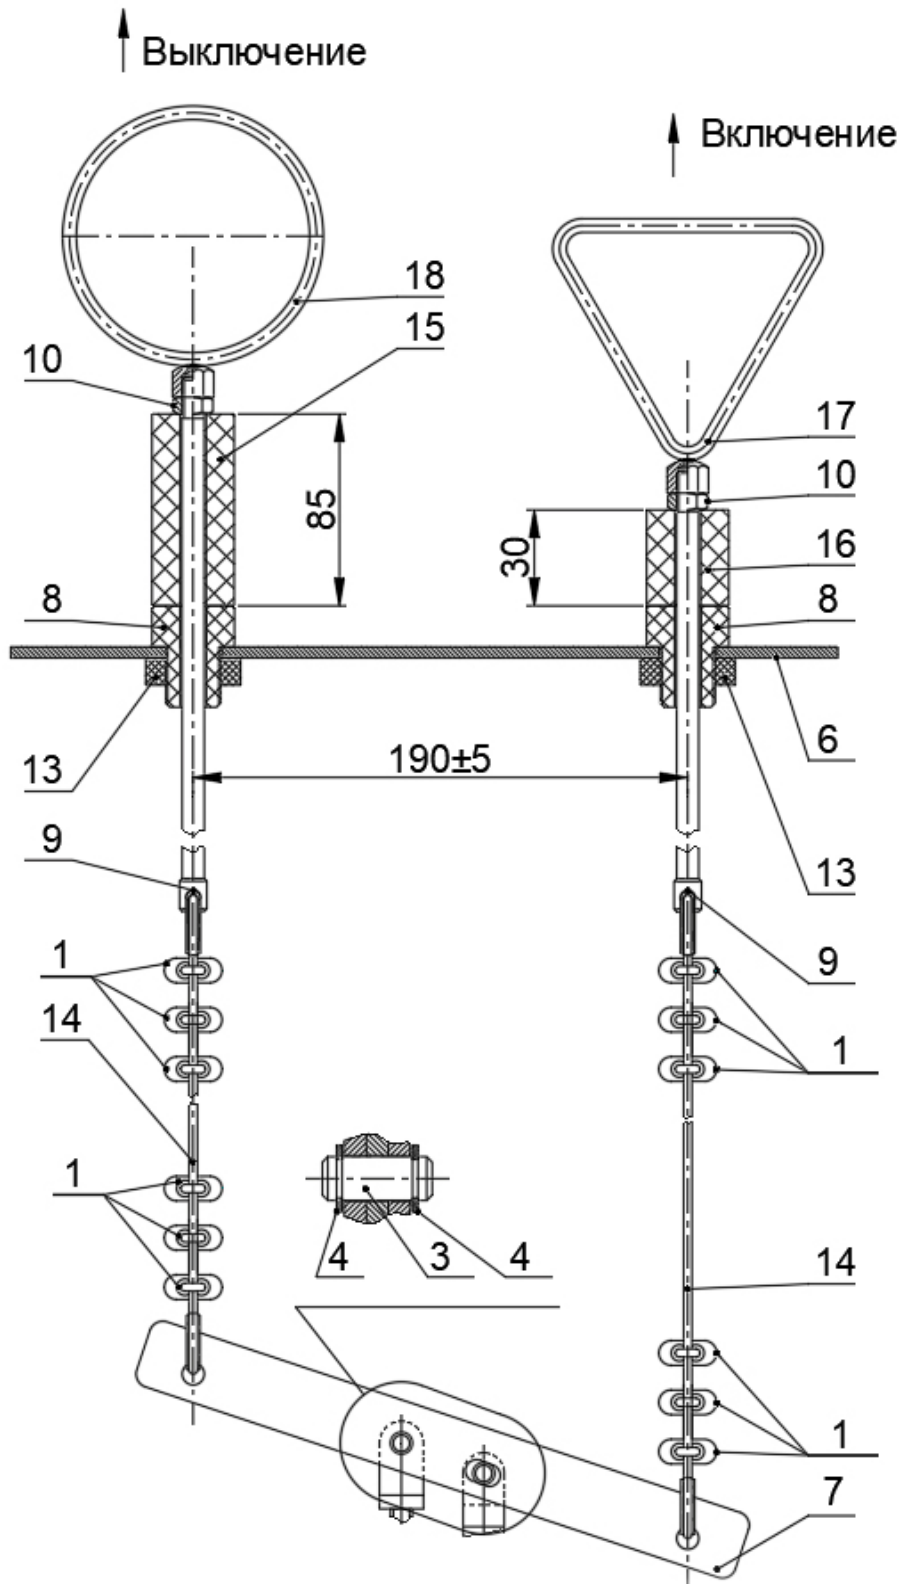
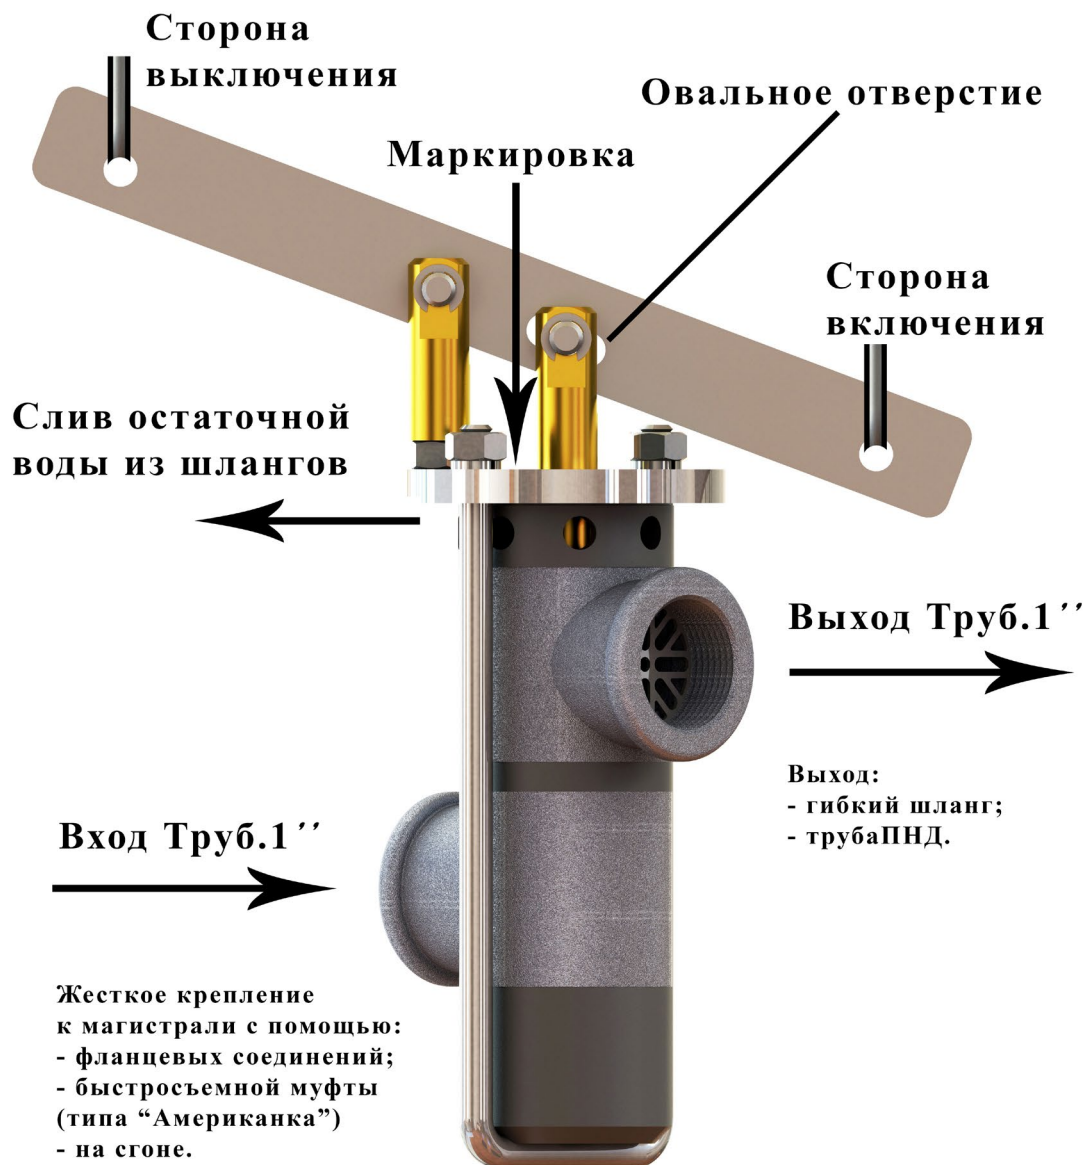

рис.5 – монтаж Колонки в колодец
рис.7 – места нанесения маркировки
Для удобства эксплуатации Колонки ручки включения и выключения изготовлены разной конфигурации (**включения – треугольник, выключение – кольцо**) см. рис.5.
2.2.1. В цеховых условиях, согласно рисунка 5, на гидравлическое устройство закрепить коромысло (поз.7) с помощью двух осей (поз.3) и четырех быстросъемных шайб (поз.4). При этом овальное отверстие коромысла должно быть закреплено на тяге колонки (рис.7).
2.3.1. К вентилю водопроводной магистрали подсоединить входной нижний тройник колонки (резьба Труб.1') (рис.7) Установка Колонки в колодце осуществляется после выходного вентиля магистрального водопровода с помощью фланцевого соединения, муфты или быстросъема (типа «Американки»). При этом Колонку необходимо сориентировать относительно выходного отверстия технологической обсадной трубы верхней части колодца (рис.4).
2.3.2 К выходному верхнему тройнику (рис.7) через переходник (резьба Труб.1') подсоединяется гибкий шланг (или труба ПНД) с выходом по типу соединительной головки или камлок и т.п., который крепится в верхней части колодца (рис.4).
2.3.3 В верхней части колодца или защитном коробе установить опорную планку (рис.5, поз.6, в комплект не входит) и закрепить любым способом. Положение опорной планки должно быть сориентировано с положением коромысла установленной в колодце Колонки. Относительное положение отверстий коромысла и отверстий опорной планки не должно превышать 50 мм на 1000 мм высоты ( $\sim 3^0$ ). В отверстия опорной планки  $\varnothing 17+1$  установить две направляющие втулки (рис.5, поз.8) и закрепить гайками М16 (поз.13) ( $S=24$ мм).
2.3.4 В направляющую втулку (рис.5, поз.8) установленной опорной планки (поз.6) расположенную со стороны выключения коромысла продеть стержень (поз.9) с тросом. На его резьбовой конец закрутить гайку М8 ( $S=13$ ) (поз.10). Затем на стержень накрутить ручку выключения (**кольцо**) (поз.18). Аналогичные операции со стороны включения коромысла проделать с ручкой включения (**треугольник**) (поз.17). Гайки М8 (поз.10) затянуть относительно шестигранников на ручках с помощью двух ключей  $S=13$ мм.
2.3.5 На стержень ручки выключения (кольцо) установить технологический вкладыш  $h=85$  мм (рис.5, поз.15), а на стержень ручки включения (треугольник) технологический вкладыш  $h=30$  мм (поз.16). При этом Колонка должна быть в выключенном положении (рис.7).
Включение Колонки осуществляется поднятием **треугольной ручки** (рис.5, поз.17) вверх (~100 мм) до упора. После этого вода начинает поступать в бак вагона.
После окончания заправки необходимо выключить Колонку. Для этого ручку выключения (**кольцо**) (рис.5, поз.18) поднять вверх до упора (~80 мм). При этом произойдет автоматический слив остаточной воды из водоналивных труб вагона и водозаправочных шлангов через сливные отверстия Колонки в колодец (рис.2).
4.1 На фланце верхнем нанесены знаки маркировки: месяц изготовления Колонки, товарный знак предприятия, год изготовления Колонки (рис.7, 8).